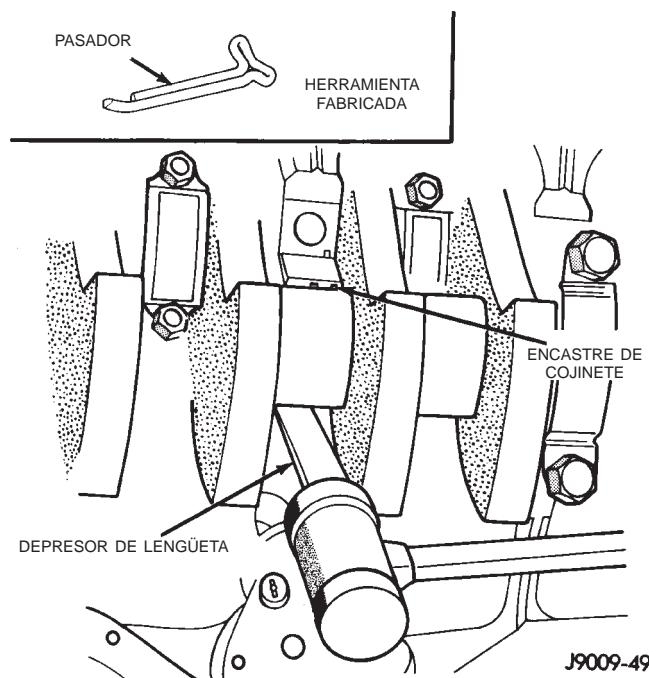

Fig. 47 Desmontaje de encastres superiores
(6) Retire el encastre inferior de la tapa de cojinetes.
(7) Retire el encastre superior AFLOJANDO (SIN DESMONTAR) el resto de las tapas de cojinete. Luego inserte un pasador pequeño en el orificio de aceite del gorrón del cigüeñal. Para construir el implemento adecuado, doble el pasador como se indica en la ilustración (Fig. 47). Utilice el implemento que ha construido para hacer girar el cigüeñal, de modo que el encastre del cojinete superior gire en dirección a su lengüeta de traba. Puesto que no hay orificio en el gorrón principal nº3, utilice un depresor de lengüeta u otra herramienta similar, de metal blando, para retirar el encastre del cojinete (Fig. 47). Una vez que haya extraído aproximadamente unos 25 mm (1 pulg.) del encastre, podrá retirarlo ejerciendo presión por debajo de la lengüeta.
(8) Siguiendo el mismo procedimiento, retire los encastres de cojinetes restantes, uno cada vez, para su inspección.